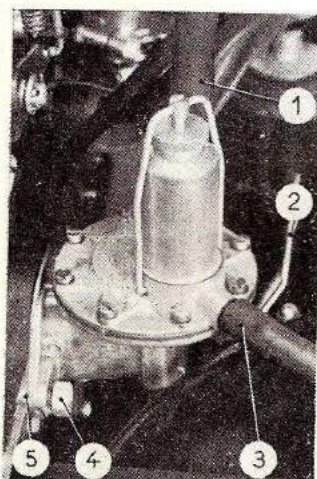

Fig. M 29.
Désaccoupler le tube (1) de refoulement de la pompe (fig. M 29).